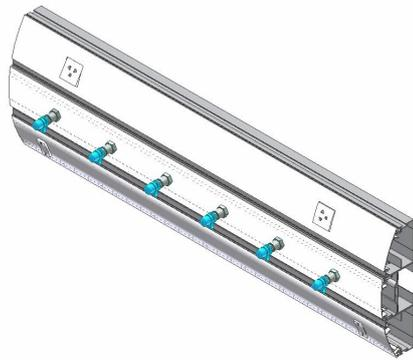

Figura 3 – Painel sem tampas laterais
2.2. A figura 3 mostra o painel sem as tampas laterais;